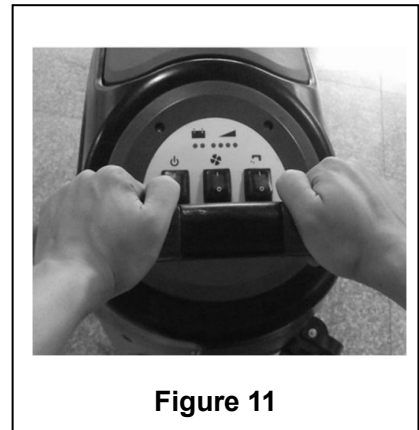

Figure 11
L'une des caractéristiques de la machine est l'installation de deux interrupteurs de sécurité sur les deux côtés du guidon. Chaque interrupteur de sécurité est capable de commander indépendamment le fonctionnement de la brosse. En utilisation, cela facilite le contrôle du fonctionnement de la machine. Par expérience, la méthode pour déplacer la machine indiquée sur la **Figure 11** à droite est plus appropriée, les utilisateurs se sentent plus à l'aise avec les mains, elle réduit également la fatigue liée au travail. Il est donc recommandé de déplacer la machine de cette façon.
2. Maintenez l'interrupteur de sécurité (1) (selon la manière indiquée dans la **Figure 11**), appuyez pour déplacer la machine et commencez le travail de nettoyage.